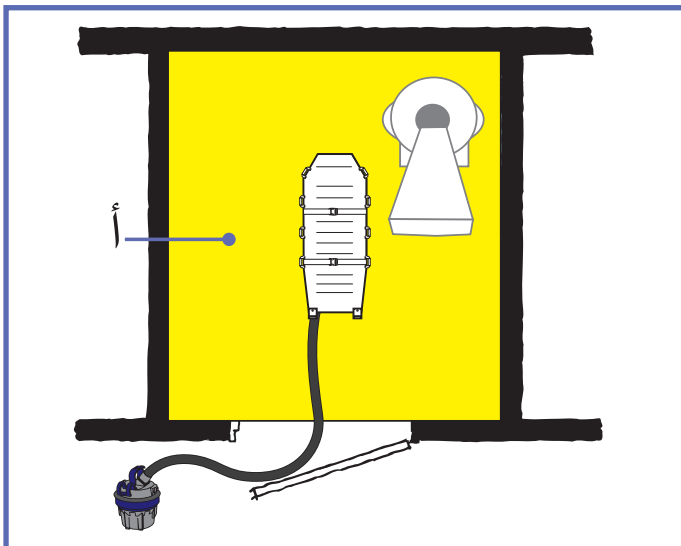

Fig. 9
Para evitar lesiones corporales en el paciente, asegúrese de que el suministro de aire del colchón *Maxi Air* esté colocado fuera del entorno de RM (A) (consulte la "Fig. 9").